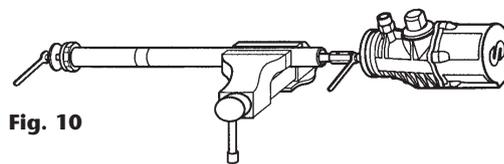

Fig. 10
- Introduire une clé plate dans le fraisage de l'axe du piston d'air. Desserrer et retirer l'écrou (41) ainsi que la rondelle (40) (voir fig. 10).